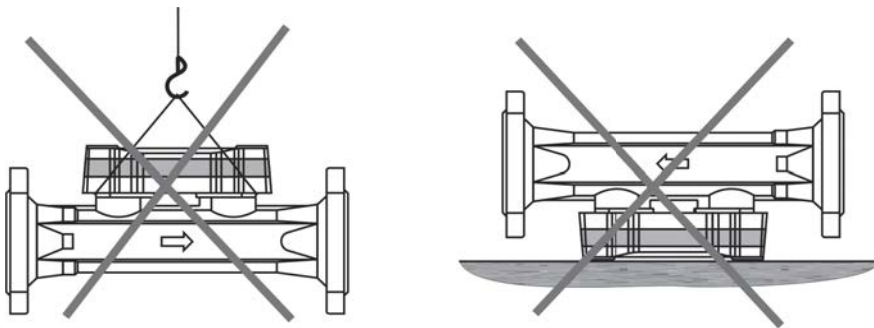

Рисунок 2.1 Недопустимые действия при работе с расходомерами
- запрещается поднимать расходомеры за ЭБ, а также устанавливать их на ЭБ, рисунок 2.1;